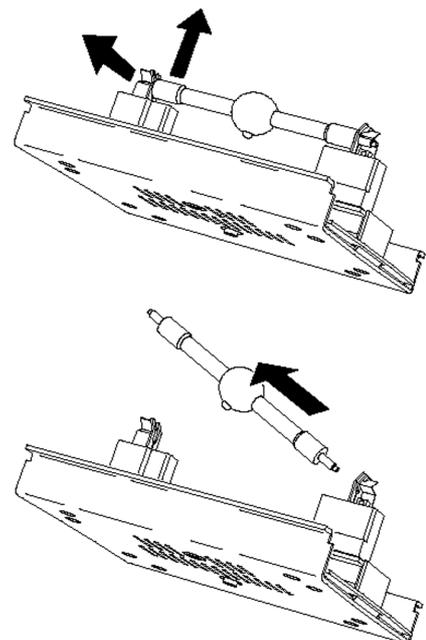

Bild 5: Entfernen der Lampe
3. Unter Bezug auf Bild 5: Lösen Sie die Haltefeder am linken Sockel und kippen Sie das Leuchtmittel nach vorne. Ziehen Sie das andere Ende aus dem Sockel.